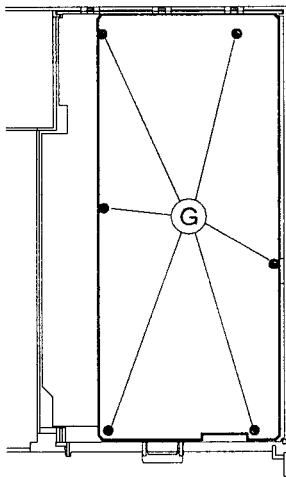

Fig. 4
- Schrauben (G) lösen und Chassisplatte II herausnehmen (Fig. 4).